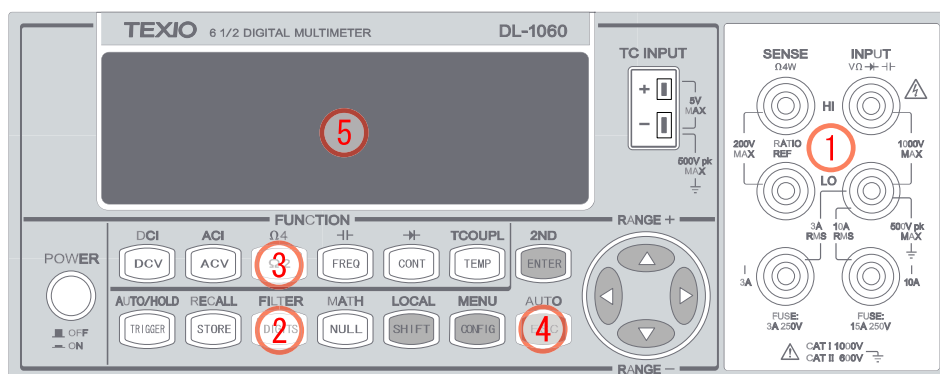
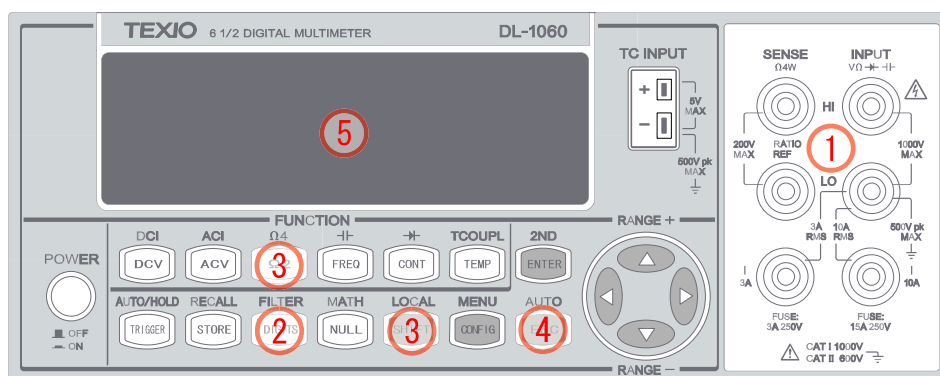

図 2-4
図 2-5
抵抗測定レンジは 100  $\Omega$ 、1K $\Omega$ 、10k $\Omega$ 、100k $\Omega$ 、1M $\Omega$ 、10M $\Omega$ 、100M $\Omega$ 、感度は 100  $\Omega$  レンジで 100  $\mu\Omega$  です。抵抗測定には図 2-4 に示す 2-wire モードと図 2-5 に示す 4-wire モードの二つのモードがあります。4-wire モードでは、1 組のテストリードが試験抵抗に流れる電流を測定し、もう 1 組のテストリードで試験抵抗間の電圧を測定します。その結果、4-wire モードの方が低抵抗をより正確に測定することができます。4-wire モードのデメリットは値が落ち着くまでの時間が長くなることです。
- ① 図 2-4 (2-wire) または図 2-5 (4-wire)に示すように、テストリードを端子に接続します。
- ② 抵抗測定の分解能(3.1.3 参照)を設定してください。初期設定をそのまま使用する場合は、次のステップに進んでください。
- ③ 2-wire 測定を行う際は  $\Omega 2$  ボタンを、4-wire 測定を行う際は SHIFT+ $\Omega 2$ ( $\Omega 4$ )ボタンを順に押してください。
- ④ AUTO(SHIFT+ESC)ボタンを押してオートレンジ機能を選択するか、 $\Delta$ ・ $\nabla$ ボタンを押して希望のレンジを選択します。
- ⑤ テストリードを被測定抵抗に接続し、ディスプレイ上に表示される測定値を読み取ります。入力信号が表示可能な範囲を越えた場合、オーバーフロー “OVLD” のメッセージが表示されます。